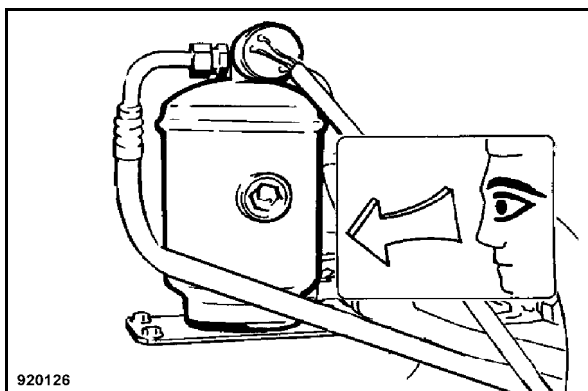

fig. 150
- Vérifier si le dessiccateur (fig. 150) présente des défauts mécaniques ou des traces de rouille.